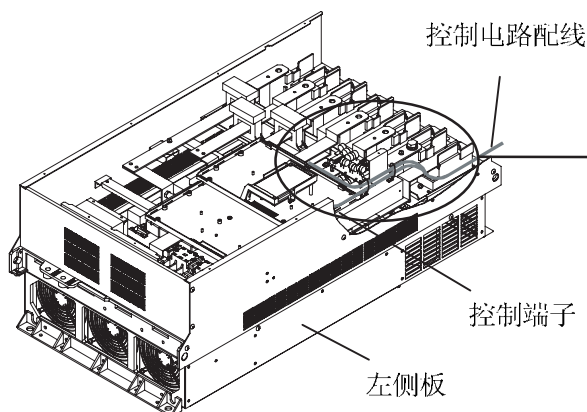

图 2-3-14
- ① 如图 2-3-14 所示, 沿着变频器左侧板引出。
- ② 配线用束线绑带(绝缘扣等)在引出途中使其固定于已有的电缆固定孔上。束线绑带穿过固定孔(3.8×1.5), 所以其尺寸应小于宽 3.8mm 厚 1.5mm。